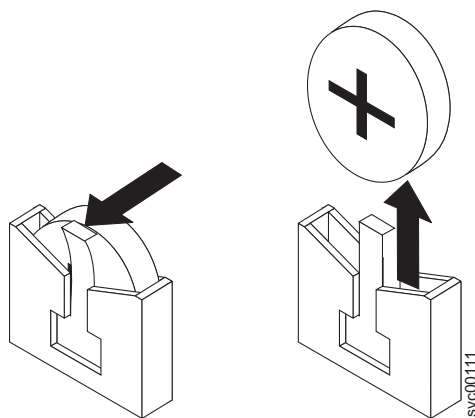

図 120. CMOS バッテリー・ホルダー
- a. 1 本の指で、バッテリーをハウジングに保護しているリテーナー・タブを引きます。図 120を参照してください。